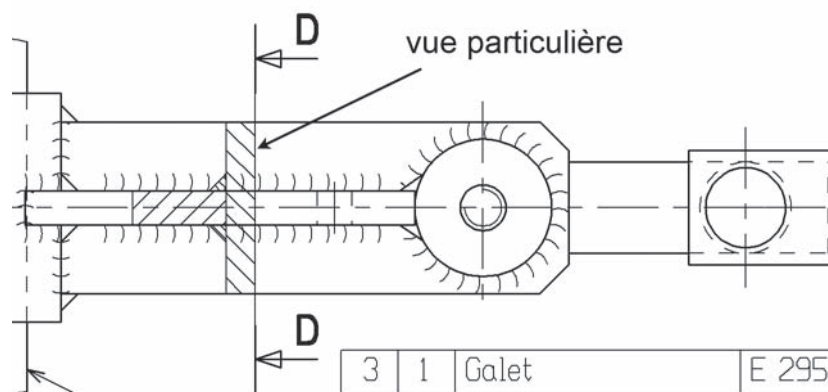

Figure 24.9
- Sur la vue de dessus du dessin d'ensemble, voir figure 24.9, il y a une vue particulière. Comment s'appelle cette vue ? (entourer la bonne réponse)